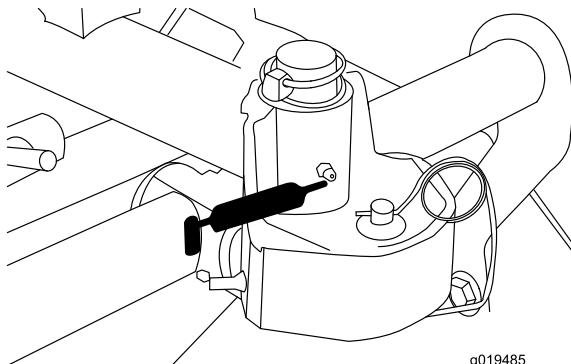

Figura 44
- Telaio portante degli elementi di taglio e perno (2 cad.) (Figura 44).